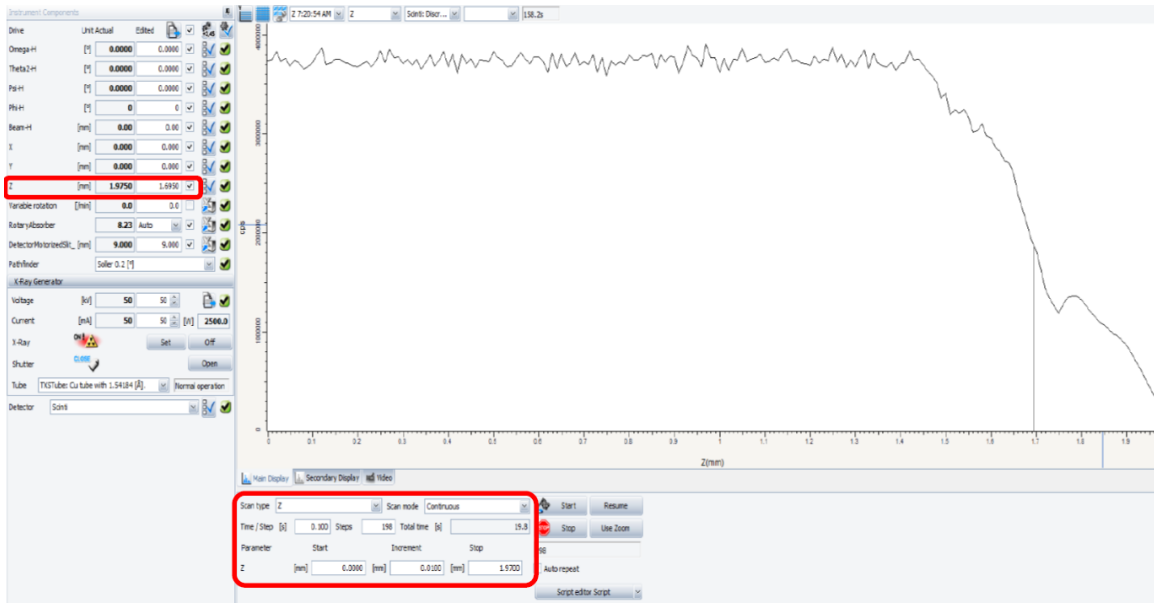

图6-19 Z scan扫描
6.9.1.3 扫描参数：Scan type: Z, Scan range: -1.2 ~ 1.9mm, Increment: 0.01 or 0.005mm/step, Time/Step: 0.1s/step, 在Z曲线半高处双击此曲线，自动读取Z的准确高度到左列Z框中（图6-19）。